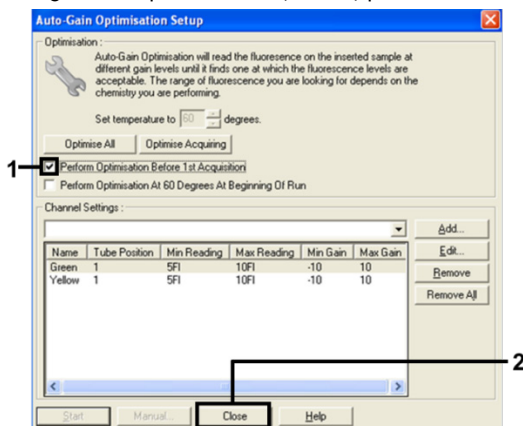

Figura 12. Seleção dos canais Green e Yellow.
14. Marque a caixa Perform Optimisation before 1st Acquisition (Efetuar otimização antes da 1.ª aquisição) e, em seguida, clique em Close (Fechar) para voltar ao assistente (Figura 12).